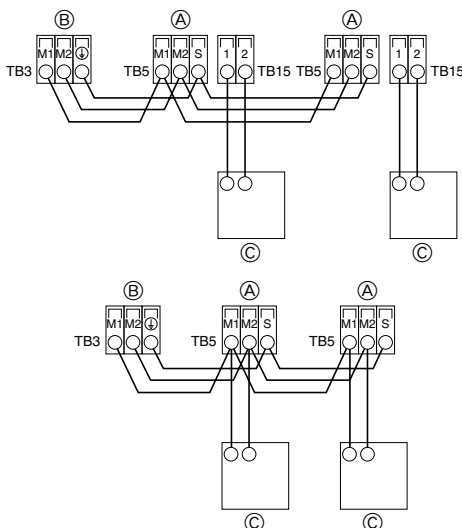

Fig. 4-2
4.2. Σύνδεση ελεγκτού εξ αποστάσεως, καλωδίων μεταφοράς εξωτερικών και εσωτερικών μονάδων (Fig. 4-2)
- ① Ελεγκτής εξ αποστάσεως MA
- ② Ελεγκτής εξ αποστάσεως M-NET